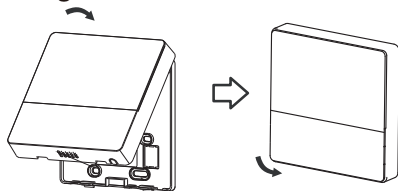

Fig 3-13
- Depois de ajustar a caixa superior e, em seguida, afivelar a caixa superior; evite prender a fiação durante a instalação. (Fig. 3-13)